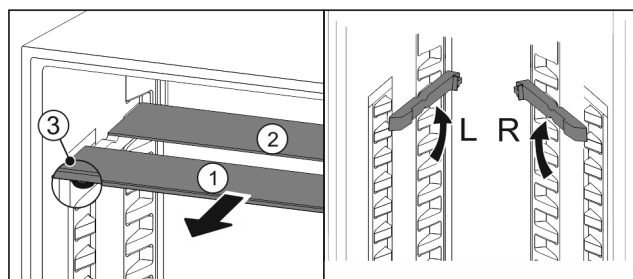

Fig. 142
- Sortir les tablettes par l'avant Fig. 142 (1).
- La tablette en verre Fig. 142 (1) avec bordure décorative est située à l'avant.
- Les butées Fig. 142 (3) sont orientées vers le bas.